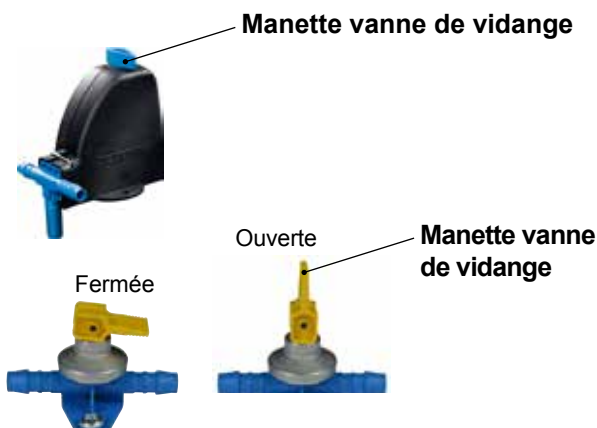

Figure 5. Valve de sûreté/drain
3. Ouvrir la valve de sûreté/vidange en tournant la manette à 180° (Voir la Figure 5). Vérifier le manuel du VR pour savoir où se trouve cette valve de sûreté/vidange.